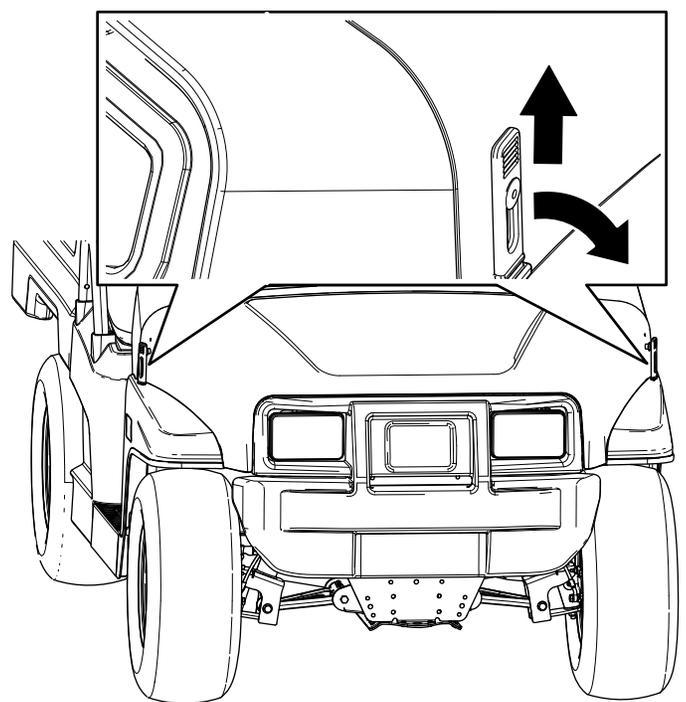

Рисунок 25
2. Закрепите капот, совместив резиновые защелки с фиксаторами защелок с каждой стороны капота (Рисунок 25).
1. Поднимите ручки резиновых защелок с каждой стороны капота (Рисунок 25).